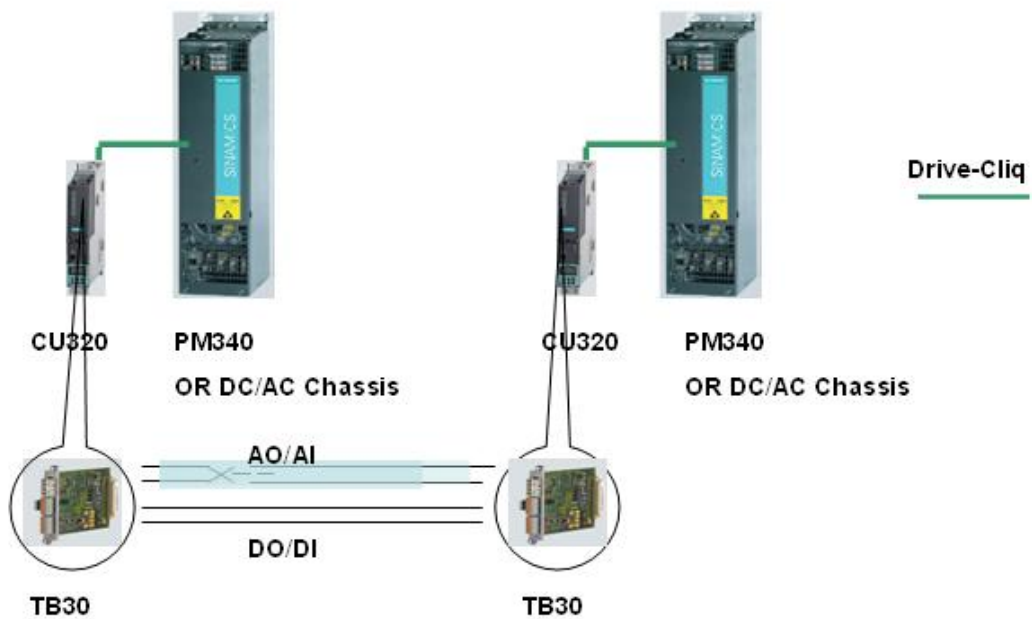

图 8
- d. 通过在 CU320 扩展插槽增加 TB30 端子板，使用 I/O 端子来实现数据交换（图 8），但是 TB30 模拟量信号只支持电压型信号，需要注意可能发生的干扰问题。